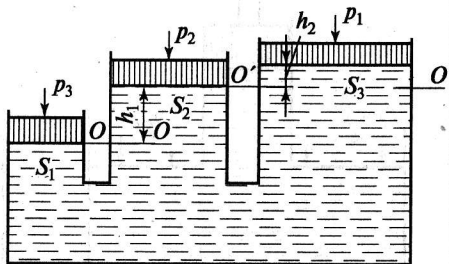

Рис. 2.23
**Задача 2.24.** Система трех поршней в сообщающихся сосудах (рис. 2.23) находится в равновесии под действием трех сил  $P_1$ ,  $P_2$ ,  $P_3$  (с учетом веса поршней). Площади поршней соответственно  $S_1$ ,  $S_2$ ,  $S_3$ . Определить высоты  $h_1$  и  $h_2$ , если  $P_1 = 1300 \text{ Н}$ ;  $P_2 = 1000 \text{ Н}$ ;  $P_3 = 800 \text{ Н}$ ;  $S_1 = 0,4 \text{ м}^2$ ;  $S_2 = 0,6 \text{ м}^2$ ;  $S_3 = 0,9 \text{ м}^2$ ;  $\rho = 1000 \text{ кг/м}^3$ ;  $g = 10 \text{ м/с}^2$ .
**Задача 2.25.** В системе трех поршней (см. рис. 2.23) определить изменение сил  $P_2$  и  $P_3$  при заданных условиях (см. задачу 2.24).